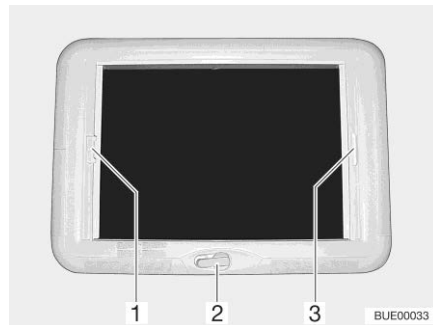

Fig. 126 Oblò a manovella
- Ruotare la manovella (Fig. 126,2) fino a quando non si incontra resistenza.
- Tirare la tendina oscurante pieghevole per la maniglia (Fig. 126,3) e rilasciarla alla posizione desiderata. La tendina oscurante pieghevole rimane in questa posizione.
- Tirare la protezione contro gli insetti per la maniglia (Fig. 126,1) verso la maniglia contrapposta della tendina oscurante pieghevole (Fig. 126,3) e farla innestare.
- Tirare la maniglia della protezione contro gli insetti (Fig. 126,1) dietro, verso l'alto, e sganciare la protezione contro gli insetti dalla tendina oscurante pieghevole (Fig. 126,3).